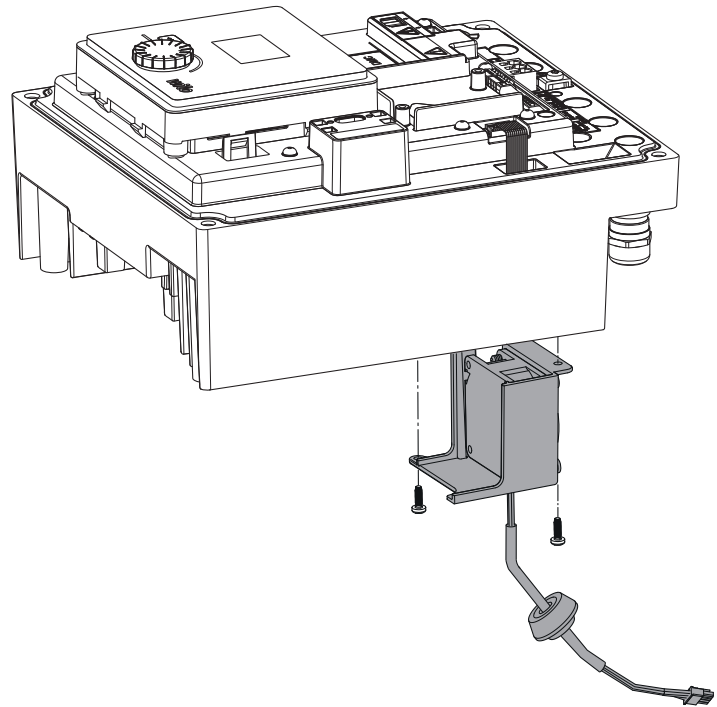

Fig. 48: Modullüfter inkl. Kabel und Gummidichtung abnehmen
- Modüllüfter abnehmen und Kabel mit Gummidichtung aus dem Modulunterteil lösen (Fig. 48).